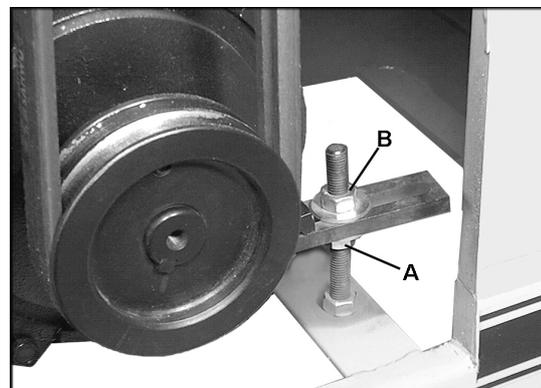

Рис. 11
3. Если натяжение ремня необходимо увеличить, ослабьте нижнюю шестигранную гайку (Рис. 11, А) на основании двигателя с помощью 19 мм гаечного ключа.
4. Поворачивайте верхнюю шестигранную гайку (В, Рис. 11) по часовой стрелке до тех пор, пока не будет достигнуто нужное натяжение ремня.
5. Снова затяните нижнюю шестигранную гайку (А, Рис. 11).